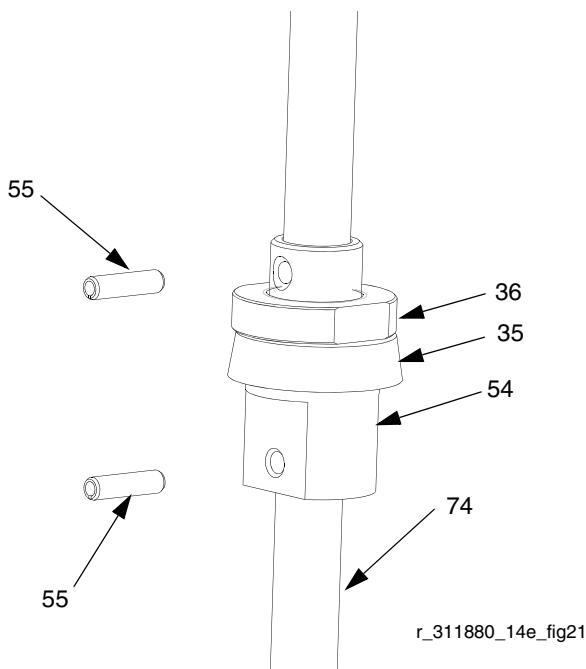

Рис.22
- 9 Снять пружинный штифт (55). См. Рис.22.